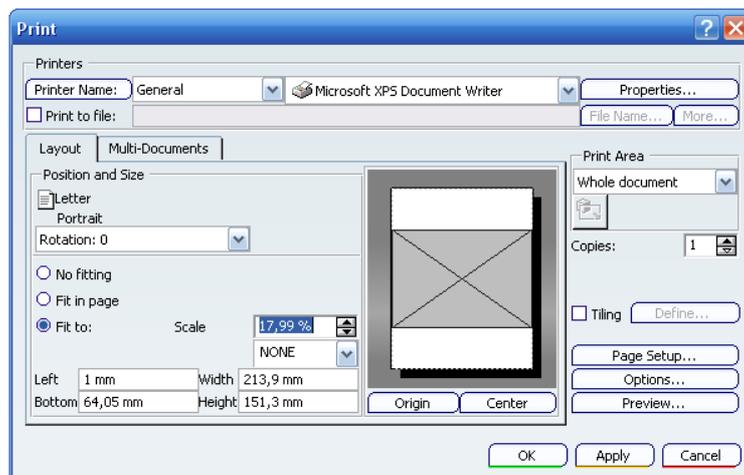

Ilustración 751: Definición de una impresión.
Al activar este comando aparece en pantalla el cuadro de diálogo que se muestra en la Ilustración 751.
- *Pestaña Layout* (ver Ilustración 751): es donde se determina la posición y orientación de las vistas dentro del formato. A continuación se enumeran las diversas posibilidades.